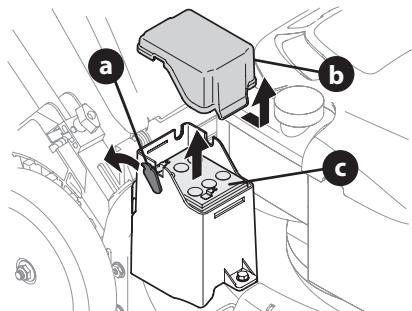

Figura 42
1. Extracción de la batería (Figura 42):